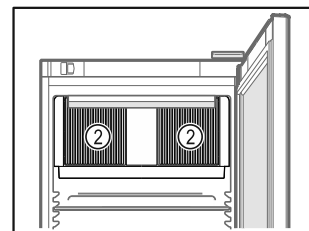

Fig. 41
- Mantenere libere le fessure di ventilazione Fig. 41 (2) della ventola di ricircolo nel vano interno.